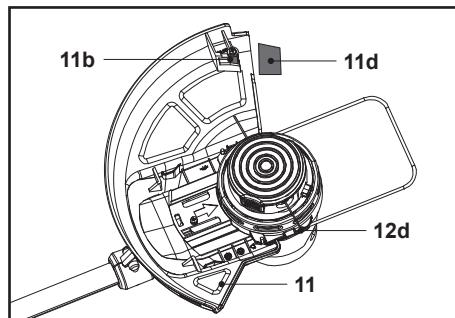

Fig. 12
La protección (11) protege al usuario frente a objetos despedidos durante su uso. Está equipada con una cuchilla (11b) que corta los hilos de corte (12d) (Fig. 12).